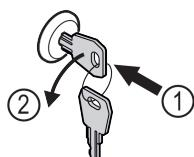

Fig. 161
- Пъхнете ключа. Fig. 161 (1)
- Завъртете го на 90° обратно на часовниковата стрелка. Fig. 161 (2)